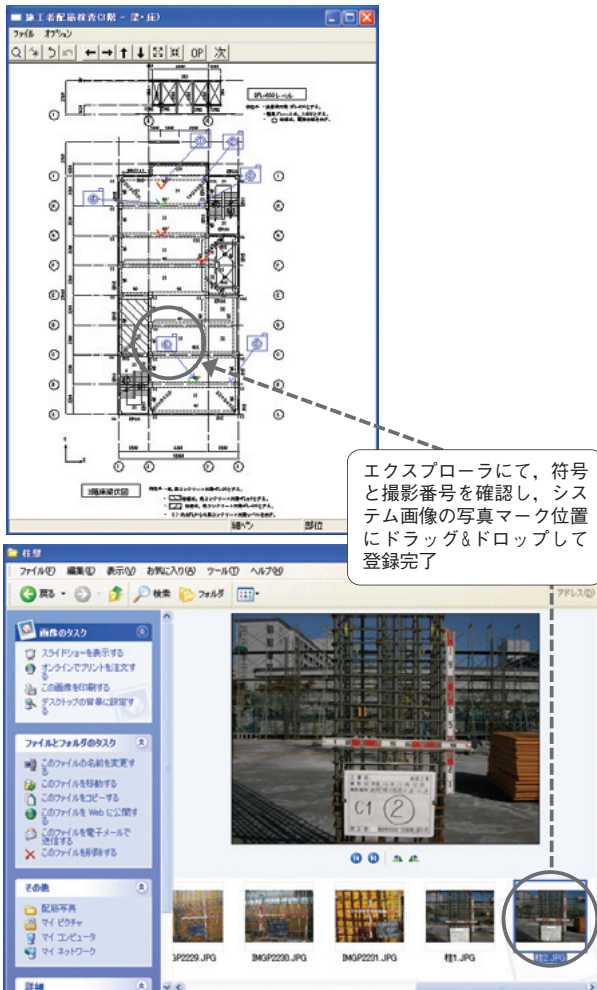
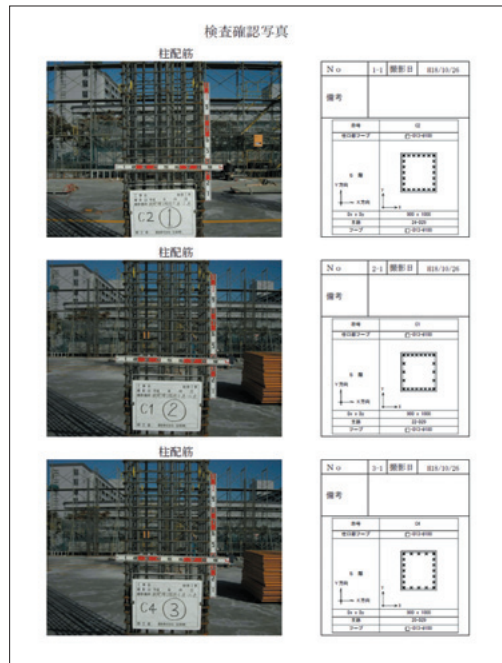

図5 ドラッグ&ドロップで写真登録
図6 出力帳票 (確認写真)
- ① 黒板に書いてある情報が符号や写真番号だけであるため、サムネイルでも非常に判別しやすい。その都度画面を開いて断面情報を確認する必要がない。
- ② 写真ファイルを伏図上のマーキングされた個所にドラッグ&ドロップ (図5) すれば、写真と断面情報・撮影個所の関連付けが行える。写真の横に配筋断面図が並ぶので、写真の確認がしやすい (図6)。
配筋チェックシートと確認写真 (図6)、是正写真、圧接写真といった印刷形式が選択でき、指示書や報告書として活用できる。